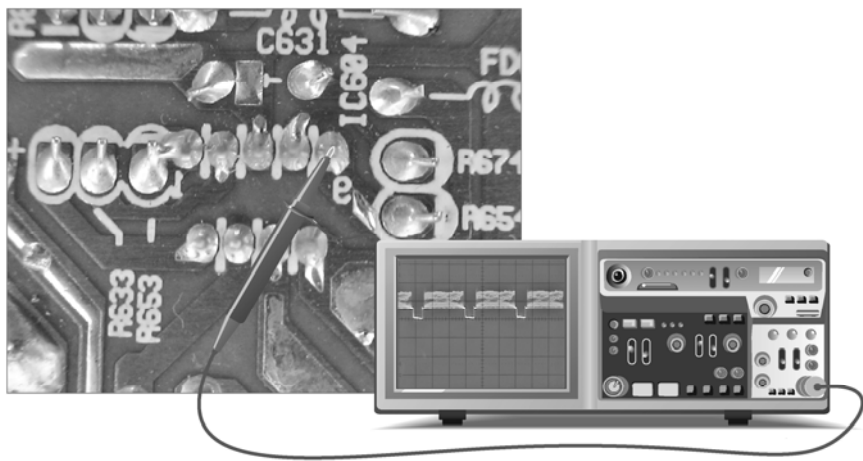

图 2-57 LM2435T⑨脚输入的 R 信号波形的检测
红基色 R 输入信号从 LM2435T 的⑨脚输入，首先将示波器探头放到该脚焊点上，具体操作及信号波形如图 2-57 所示，如果有如图 2-57 所示的波形，则说明 R 输入信号正常。注意视频信号的波形是与图像内容相关的，如果图像内容不同，则波形也会有差别。